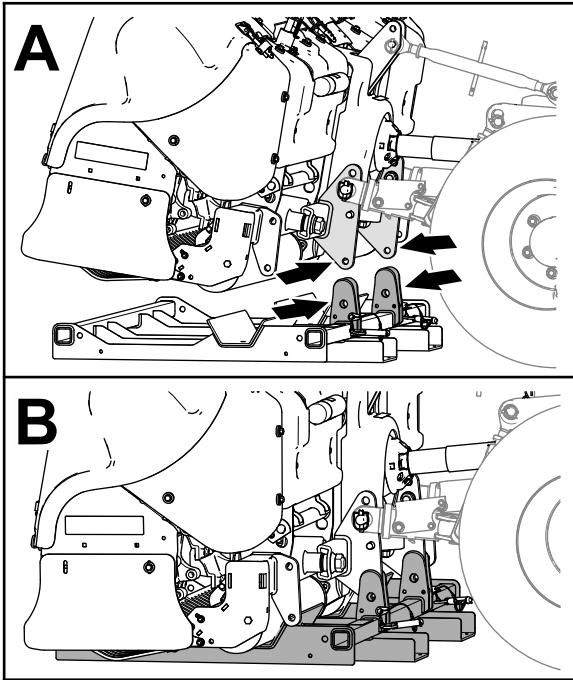

Bild 45
1. Richten Sie die Stützplatten des Sicherheitsständers an der Ständerhalterung am Anbauvorrichtungsrahmen der Maschine aus (Bild 45).
2. Senken Sie die Maschine in den Sicherheitsständer ab, bis die Löcher im Ständer mit den Löchern in der Ständerhalterung der Anbauvorrichtung übereinstimmen (Bild 45).